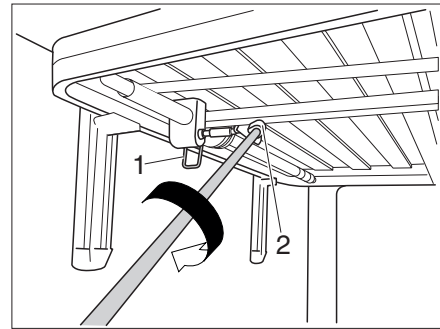

Bild 119 Höhenverstellung
- Sicherungshebel (Bild 119,1) lösen. Das Bett kann jetzt verstellt werden.
- Kurbel in die magnetische Vierkant-Aufnahme (Bild 119,2) schieben. Die Höhe des Bettes kann jetzt verändert werden.
- Kurbel aus der Vierkant-Aufnahme (Bild 119,2) ziehen und in der Halterung aufbewahren.